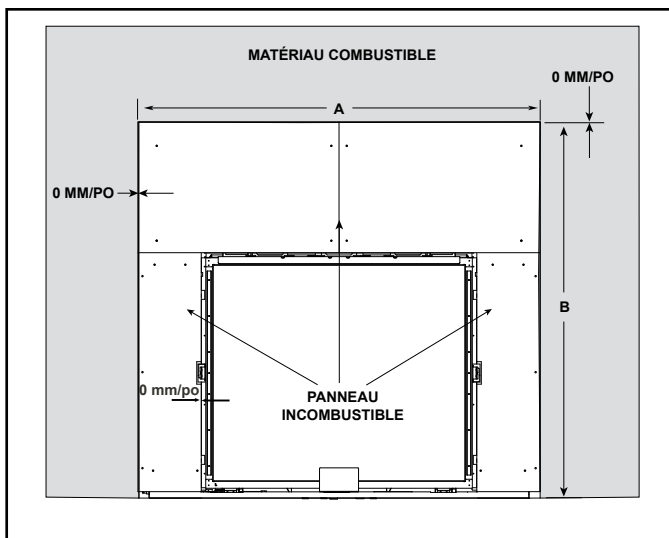

Figure 10.5 Schéma du revêtement incombustible
- Pour les joints d'étanchéité entre le mur fini et les faces supérieures et latérales de l'appareil, utilisez un produit d'étanchéité prévu pour une température de 150 °C (300 °F). Se référer à la figure 10.5.